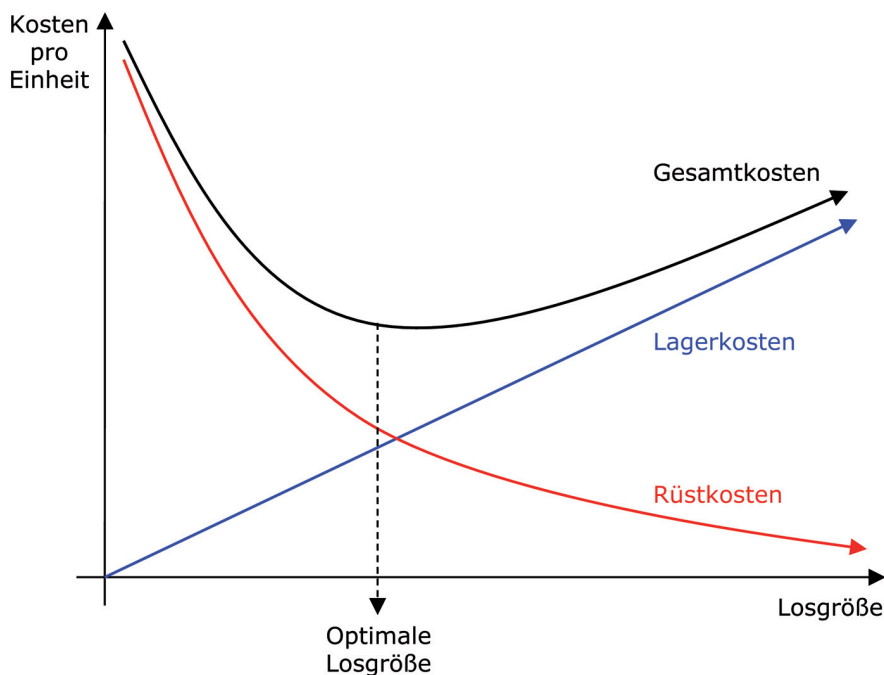

Abb. 3: Kosten pro Einheit in Abhängigkeit von der Losgröße.
**Abbildung 3** zeigt den Verlauf der Rüstkosten (rote Kurve, exponentiell fallend mit der Losgröße) und den Verlauf der Lagerkosten (blaue Kurve, linear steigend mit der Losgröße) sowie die Summe beider Kosten, die offenbar irgendwo ein Minimum hat. Das Minimum liegt – nach den Erfahrungen der Agilen Community mit Projekten der letzten 15 Jahre – bei einer Anforderungsmenge, die das Entwicklungsteam in zwei bis drei Wochen umsetzen kann, nicht mehr. Folglich sollten Sie die Losgröße in diesem Bereich wählen.